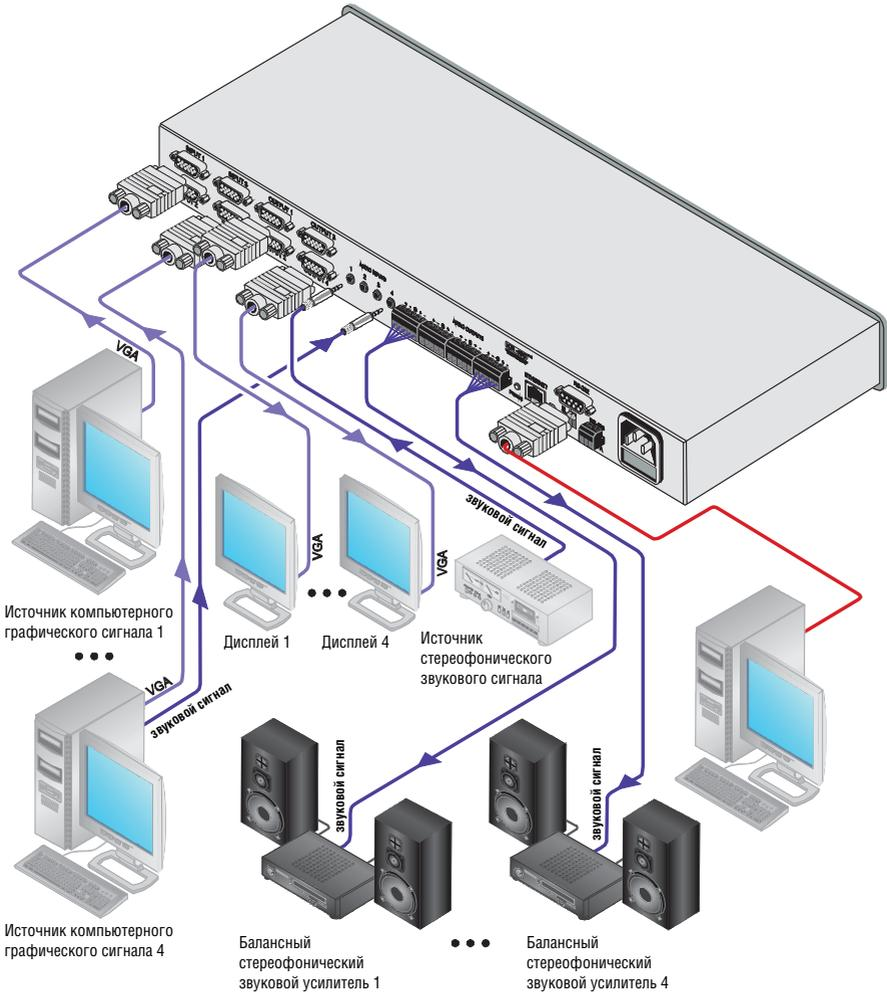

Рис. 2. Подсоединение матричного коммутатора UXGA/звукового сигнала 4x4 VP-4x4K
Чтобы подсоединить **VP-4x4K** в соответствии с примером, показанным на рис. 2 (все выходы и входы подсоединять необязательно), действуйте в следующем порядке (предварительно выключив всю аппаратуру):
2. Подсоедините до четырех (не обязательно подсоединять все) источников небалансного стереофонического звукового сигнала (например, компьютерного звукового сигнала, или отдельного источника звукового сигнала (как, например, для входа INPUT 1 на рис. 2)), к разъемам звуковых входов типа 3,5-мм мини-гнездо (от AUDIO INPUT 1 до AUDIO INPUT 4), или не подключайте никаких источников звукового сигнала.